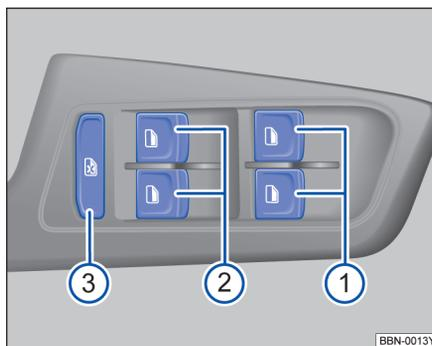

图 60 在驾驶员侧车门内：前部和后部车窗升降器的按钮。
→ 图 60 的图例：
安全按钮 → 图 60③ 停用后门车窗控制按钮。这时按钮中的黄色指示灯亮起。